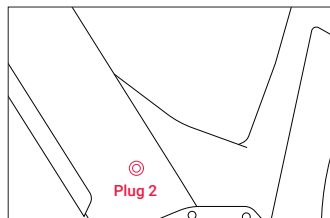

Figure 2
Étape 3: Retirez le couvercle en caoutchouc sur la prise de charge et insérez la fiche DC (Fiche 2) du chargeur dans la prise de charge de la batterie (fig. 2).